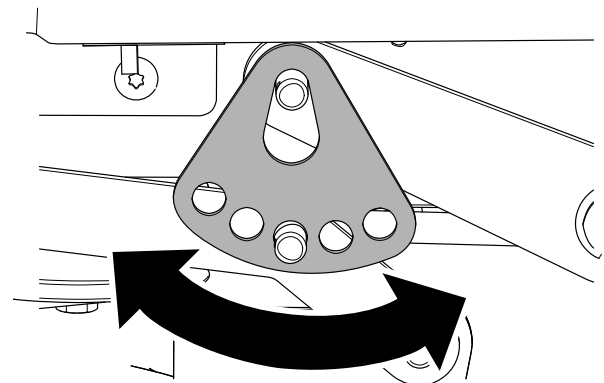

Figura 65
- 7. Gire la placa de ajuste de la altura de corte a otro orificio para que apoye el peso de la carcasa de corte después de instalar la placa (Figura 65).
- 8. Instale la arandela y la chaveta (Figura 65).